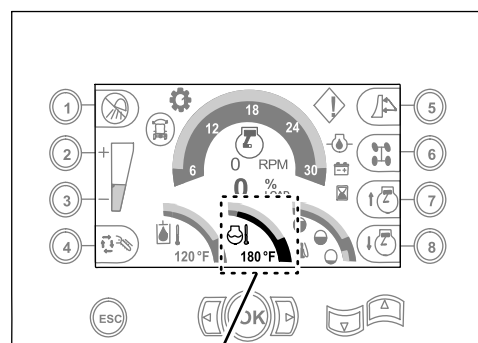

Рисунок 103
- C. Дайте двигателю поработать в течение 5 минут или пока индикатор температуры охлаждающей жидкости на дисплее центра управления не покажет 82°C, затем заглушите двигатель (Рисунок 103).